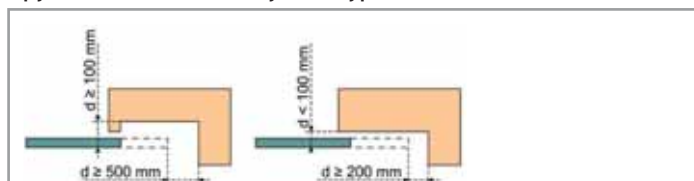

Рисунок 1 – Безопасное расстояние
ЗОНА 3 Опасность раздавливания неподвижной смежной частью	Защита с помощью сенсорной планки. Обязательно получите подтверждение, что система обнаружения препятствия соответствует приложению А стандарта EN 12 453. Защита путем обеспечения безопасных расстояний (см. рисунок 1).
2.2. Состав комплекта – Рис. 1